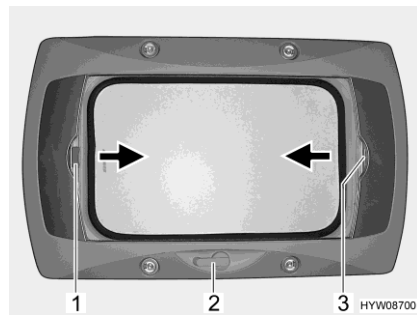

Fig. 78 Claraboya de manivela
- Girar la manivela (Fig. 78,2) hasta que se note resistencia.
- Tirar del tirador (Fig. 78,3) del estor plegable en dirección de la flecha y soltarlo en la posición deseada. El estor plegable se queda fijo en esta posición.
- Tirar del asidero (Fig. 78,1) de la mosquitera enrollable en la dirección de la flecha hacia el asidero opuesto del estor plegable (Fig. 78,3) y hacerlo engatillar.
- Presionar el tirador de la mosquitera enrollable (Fig. 78,1) por la parte de atrás hacia arriba y desengancharla del estor plegable (Fig. 78,3).